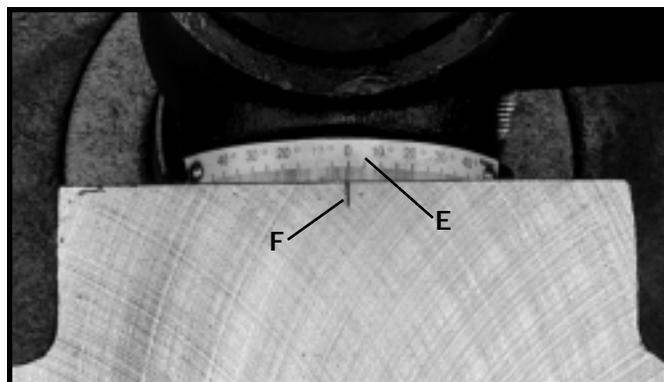

Fig. 24
5. Une échelle d'inclinaison (E) fig. 24, est fournie sur le support en fonte du plateau pour indiquer l'angle de l'inclinaison en degré. Un repère et une marque «zéro» (F) sont aussi fournis sur le plateau pour l'aligner avec l'échelle (E).